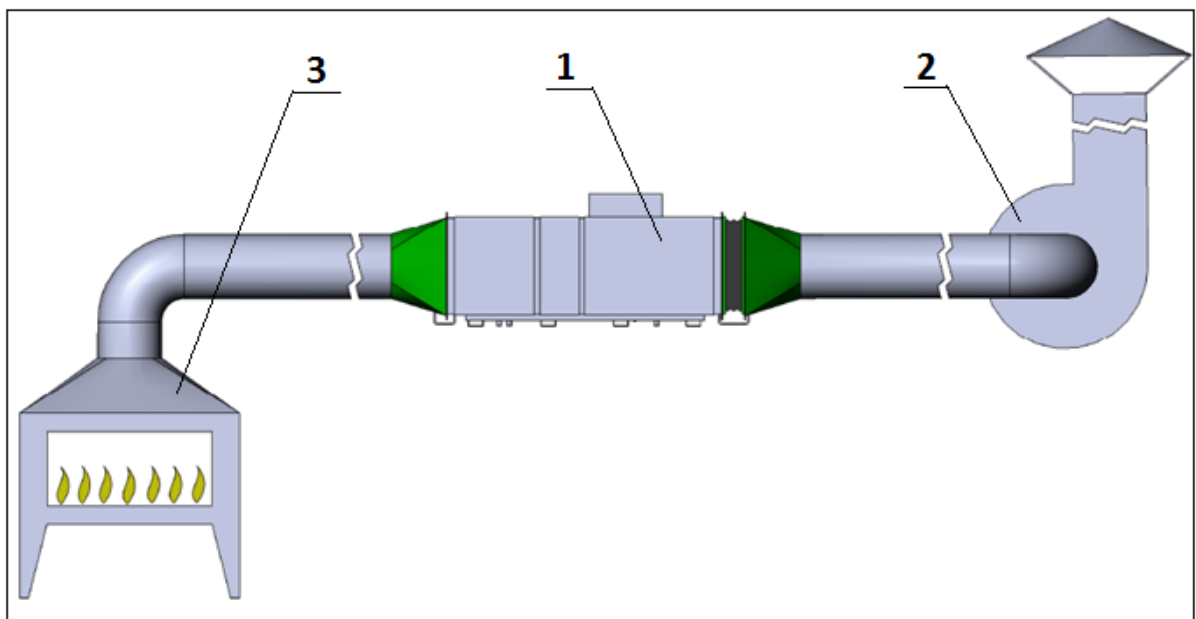

Рис. 5. Общая схема расположения Дымофилтра в вентиляционной системе:
- e. Включить вентилятор вентиляционной системы (Рис. 5, поз.2);
- b. Выключить вентилятор вентиляционной системы (Рис. 5, поз.2);